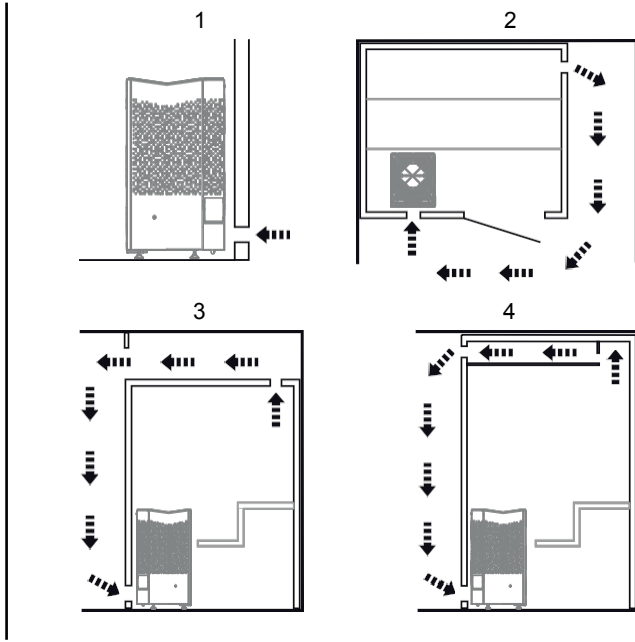

Figura 6: Posizionamento delle prese d'aria e delle bocchette di scarico
- La ventilazione della sauna deve essere conforme alle istruzioni riportate nel presente manuale (vedere la sezione Posizionamento della valvola di aspirazione dell'aria, Figura 6, la sezione Posizionamento della valvola di scarico dell'aria, Figura 6).
- Posizionare la presa d'aria (vedere la sezione Posizionamento della presa d'aria, Figura 6).
- Posizionare la presa d'aria di scarico (vedere la sezione Posizionamento della presa d'aria di scarico, Figura 6).
- alla massima distanza possibile dalla presa d'aria, ad esempio in diagonale (vedere Figura 6).
- in alto sulla parete o sul soffitto (vedere Figura 6).